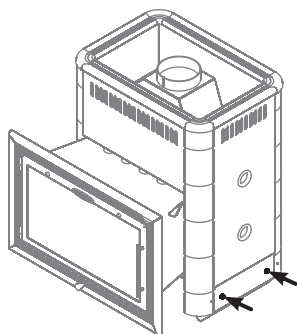

Рисунок 12. Демонтаж заглушки для переустановки зольного ящика.
2. Демонтировать заглушку на противоположной стороне топки, открутив два самореза (см. рисунок 12)